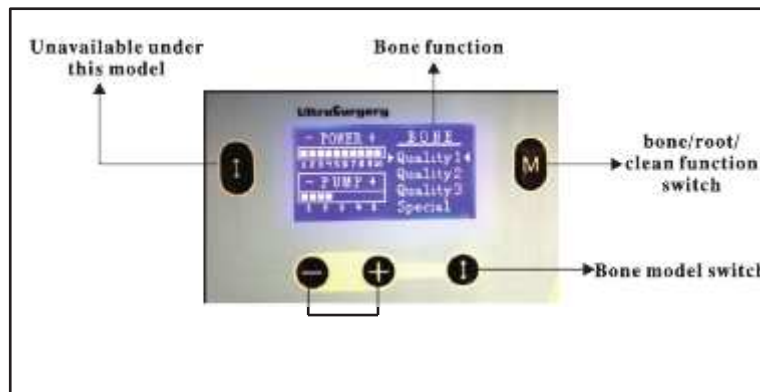

Fig.9
7.2.1 Función ósea (BONE)(Fig.9)
- e) Una vez finalizado el ciclo de limpieza, el sistema sale de la función CLEAN y vuelve a la función ósea BONE (Fig.9);